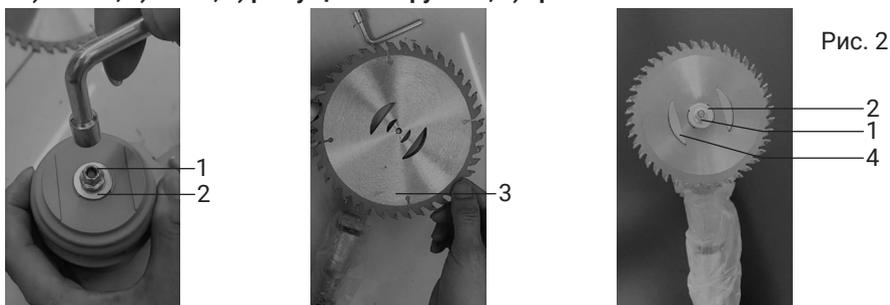

Рис. 2
Замена режущего инструмента. (рис. 2)
Для замены режущего инструмента, необходимо: при помощи ключа открутить гайку (рис. 2 поз. 1) в направлении против часовой стрелки, после чего снять шайбу (рис. 2 поз. 2); установить режущий инструмент (рис. 2 поз. 3);
Внимание! При установке режущего инструмента, удостоверьтесь что все крепёжные точки совпадают (рис. 2 поз. 4).
- установите режущий элемент, затем установите шайбу (рис. 2 поз. 2); закрепите режущий инструмент при помощи гайки (рис. 2 поз. 1).